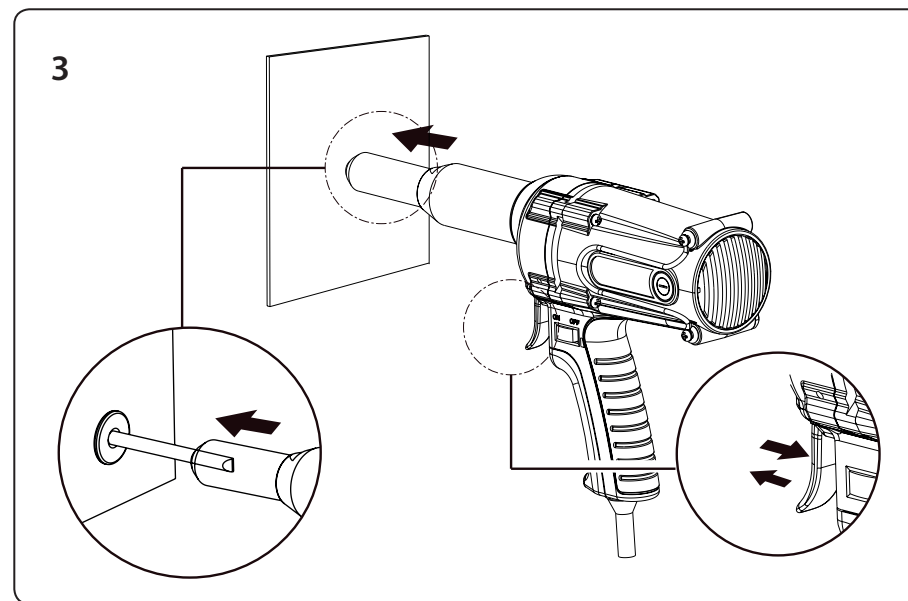

Fig.5
- c) Inserire il gambo del rivetto nel foro del rivetto a vite nella pistola rivettatrice e premere e rilasciare immediatamente il grilletto della pistola senza tenerlo, vedere il passaggio 3, Fig.5. Il grilletto della pistola non deve essere tenuto.